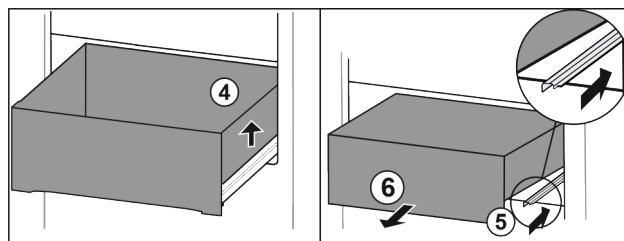

Fig. 127
- ▶ Schubfach rechts anheben. Fig. 127 (4)
- ▶ Rechte Schiene einschieben. Fig. 127 (5)
- ▶ Schubfach nach vorne entnehmen. Fig. 127 (6)